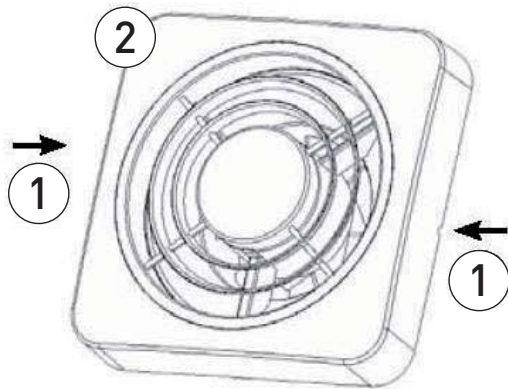

Fig. 8
1. Décrochez le couvercle [2] du porte-moteur en appuyant sur les trous latéraux [1] à l'aide d'un petit tournevis (fig. 8).